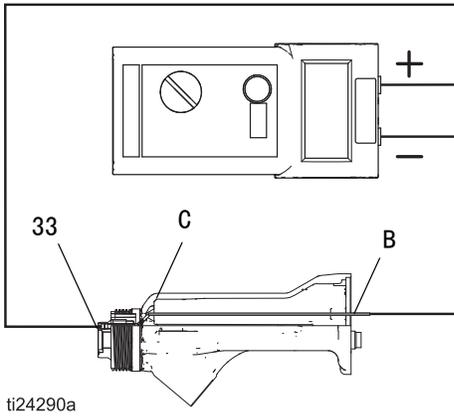

图 22. 测试枪筒电阻
2. 测量导电杆（B）和导电环（33）之间的电阻。参见图 22。电阻应当为 10–30 兆欧。如果电阻不正确，确保枪筒内的金属触点（C）和导电环（33）干净且未损坏。